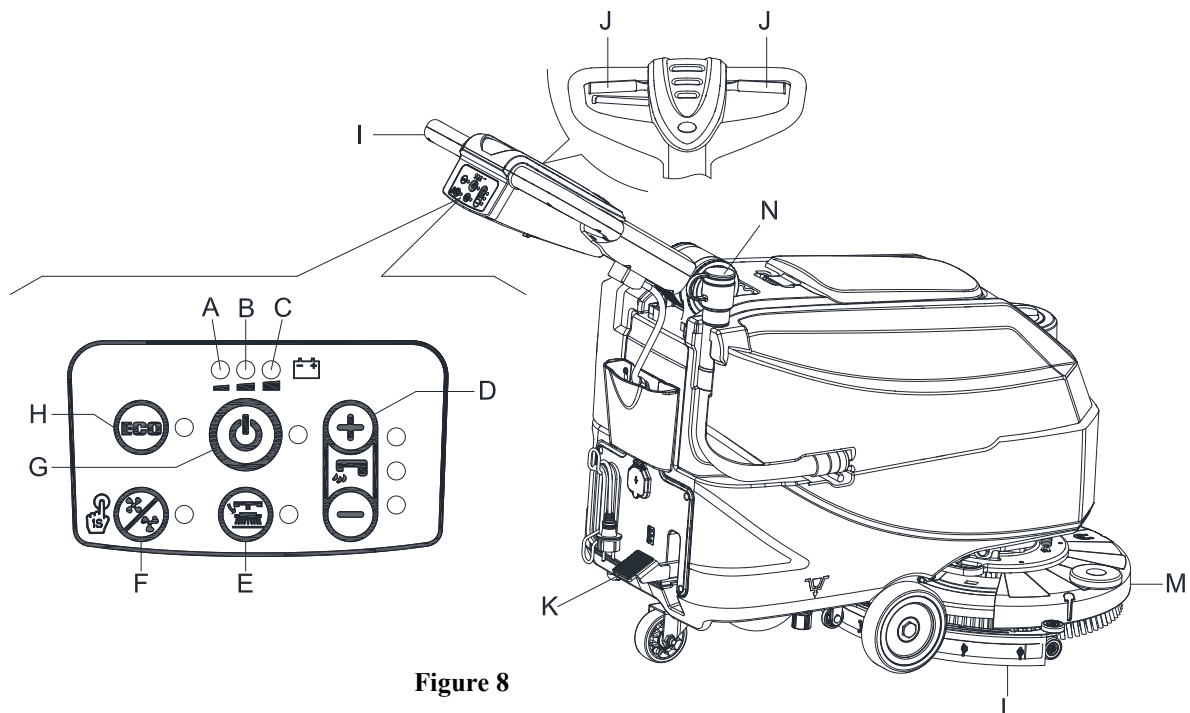
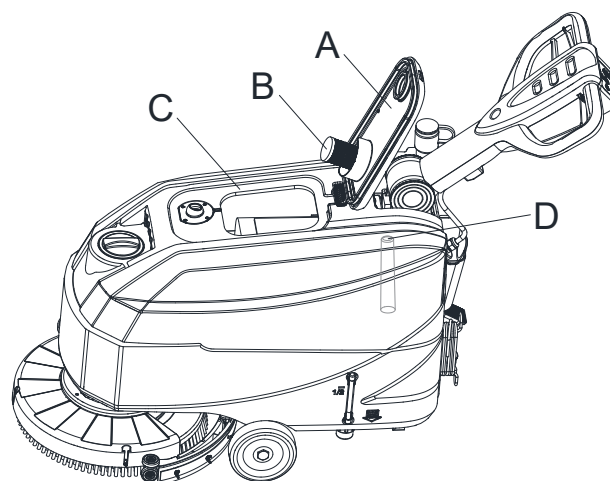

Figure 8
Figure 10
2. Poussez la machine jusqu'à la zone à nettoyer en laissant les mains sur le guidon (I, Figure 8).
3. Abaissez la tête de lavage (M, Figure 8) et la raclette (L) en soulevant la pédale (K).
4. Appuyez sur l'interrupteur de démarrage (G, Figure 8). Vérifiez que le voyant d'avertissement vert (C) s'allume (batterie chargée). Si le voyant d'avertissement jaune (B) ou rouge (A) s'allume, éteignez le commutateur d'alimentation (G, Figure 8) et chargez les batteries (voir la procédure au chapitre Entretien).
5. Appuyez sur les commutateurs de contrôle du débit d'eau de lavage (D, Figure 8) selon le type de nettoyage à effectuer.
6. Commencez le nettoyage en poussant la machine avec les mains sur le guidon (I) et en appuyant sur le levier du contacteur de sécurité (J).
- Arrêtez la machine à l'aide du guidon (I).
- Arrêtez les brosses et le système d'aspiration en appuyant sur le contacteur (G). Le système d'aspiration s'arrête au bout de quelques secondes.
- Levez la tête de lavage (M) et la raclette (L) en appuyant sur la pédale (K).
- Tout en gardant les deux mains sur le guidon, appuyez sur le levier du contacteur de sécurité (J, Figure 8), puis manœuvrez la machine et commencez à laver/sécher le sol.
Lorsque le témoin d'avertissement vert (C, Figure 8) reste allumé, les batteries permettent à la machine de fonctionner normalement. Lorsque le témoin d'avertissement vert (C) s'éteint et que le témoin d'avertissement jaune (B) s'allume, il est conseillé de charger les batteries, car la charge restante ne dure que quelques minutes (en fonction des caractéristiques de la batterie et du travail à effectuer). Lorsque le voyant d'avertissement rouge (A) s'allume, les batteries sont complètement déchargées. Au bout de quelques secondes, la tête de lavage est automatiquement éteinte.
Un système automatique de fermeture à flotteur (B, Figure 10) bloque le système d'aspiration lorsque le réservoir d'eau de récupération (C) est plein. La désactivation du système d'aspiration est indiquée par une augmentation soudaine de la fréquence du bruit du moteur du système d'aspiration, le sol aussi ne sera pas sec.
Si le système d'aspiration s'éteint accidentellement (par exemple, lorsque le flotteur est activé en raison d'un mouvement soudain de la machine), pour reprendre l'opération : mettez hors tension le système d'aspiration en appuyant sur l'interrupteur (G, Figure 8), puis ouvrez le capot (A, Figure 10) et vérifiez que le flotteur à l'intérieur de la grille (B) est descendu jusqu'au niveau d'eau. Fermez ensuite le couvercle (A) et mettez le système d'aspiration sous tension en appuyant sur le commutateur (G, Figure 8).
Lorsque le réservoir d'eau de récupération (C, Figure 10) est plein, le vider selon la procédure suivante.
2. Soulevez la tête de lavage (M, Figure 8) et la raclette (L) en appuyant sur la pédale (K).
4. Videz le réservoir d'eau de récupération à l'aide du flexible (N, Figure 8). Ensuite, rincez le réservoir de récupération (C, Figure 10) à l'eau claire.
5. Retirez le couvercle du réservoir de récupération (A, Figure 10) et nettoyez l'intérieur du couvercle et la grille du flotteur du filtre (B) à l'eau propre.
6. Vérifiez si le réservoir de récupération (D, Figure 10) présente un corps étranger et nettoyez-le.